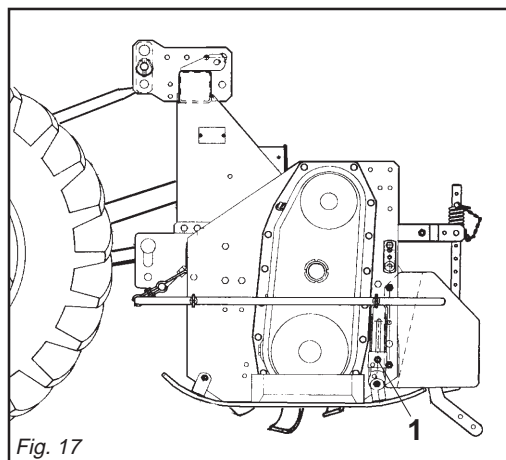

Fig. 17
**Zappatrici con slitte:** per regolare la profondità nelle zappatrici con slitte, è necessario allentare la vite di registro (1 Fig. 17), alzare o abbassare la slitta nella posizione desiderata, riavvitare poi la vite di registro. Questa operazione va effettuata su tutte e due le slitte e varia a seconda del terreno.
**Machine with skids:** to adjust working depth on this type of machine you must loosen the adjustment screw (1 Fig. 17) and raise or lower the skid the desired amount. Then retighten the screw. Both skids should be subjected to this operation which will vary according to the type of soil.
**Maschine mit Schlitten:** um die Arbeitstiefe der Maschine mit Schlitten zu bestimmen, ist es notwendig die Stellschraube zu lockern (1 Abb. 17), den Schlitten im gewünschten Maße zu heben oder zu senken, und die Stellschraube wieder anzuziehen. Diese Vorgang ist auf beiden Kufen vorzunehmen und hängt von der Bodenbeschaffenheit ab.
**Machine avec patins:** pour régler la profondeur sur les machines avec patins, desserrer la vis de réglage (1 Fig. 17), soulever ou abaisser les patins à la mesure désirée et revisser la vis de réglage. Cette opération doit être effectuée sur les deux patins et varie selon le sol.
**Màquinas con correderas:** para ajustar la profundidad en las màquinas con correderas, hace falta quitar el perno de registro (1 Fig. 17), subir o bajar las correderas de la misma deseada y volver a introducir el perno en su agujero. Esta operación se efectúa sobre ambas correderas y varia de acuerdo al terreno.